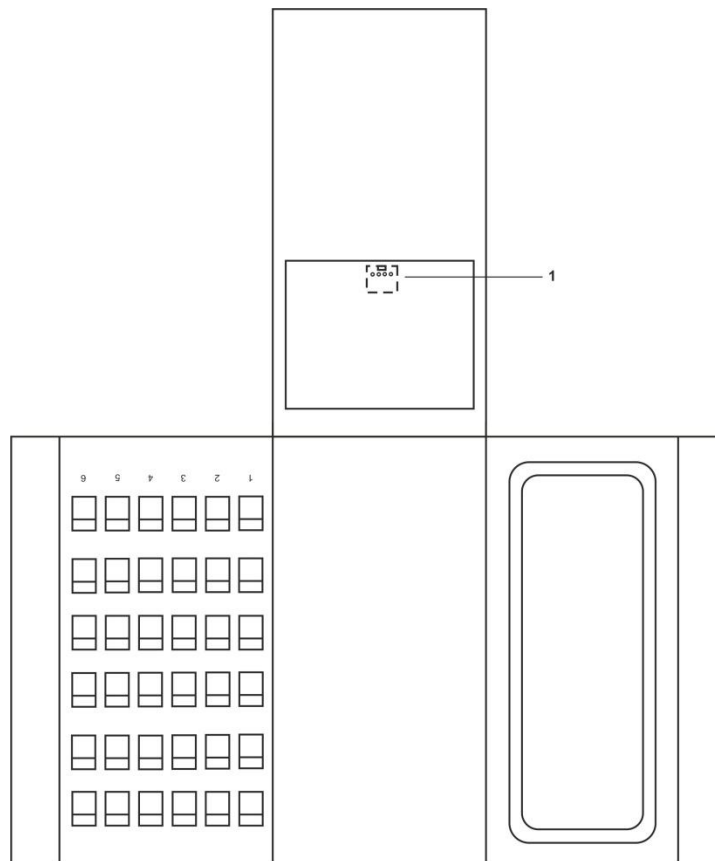

Рисунок 4. Внешний вид пультов громкой связи с поднятой частью верхней поверхности корпуса
На рис.4 приведен внешний вид пультов громкой связи с поднятой частью верхней поверхности корпуса.
3. Установить 4-х контактный разъем кабеля радиопередатчика МР-811S1 в разъем **(1)** (рис.4) на плате, установленной на поднятой части верхней поверхности корпуса.
4. Установить 4-х контактный разъем кабеля радиопередатчика МР-811S1 в разъем **(1)** (рис.4) на плате, установленной на поднятой части верхней поверхности корпуса.